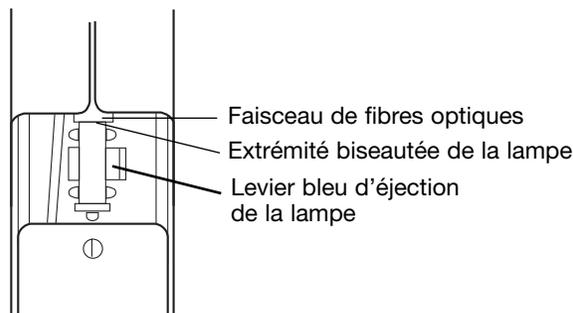

Figure 1
4. Enfoncer le levier bleu d'éjection de la lampe (voir figure 1 ci-dessous). La lampe sera projetée vers le haut.
2. Placer la lampe sur le support du porte-lampe, l'extrémité biseautée de la lampe étant orientée vers le faisceau de fibres optiques (voir figure 1 ci-dessus).